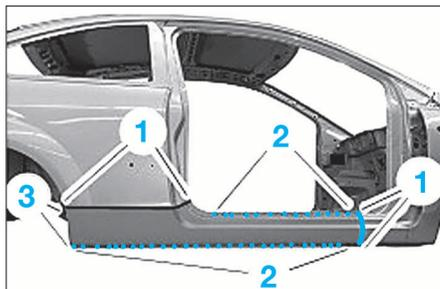

FIG. 38
- Couper le bas de caisse aux endroits prévus (Fig.38).